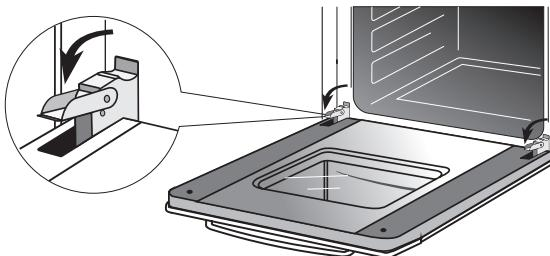
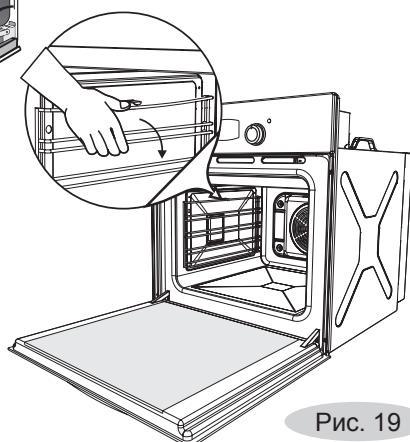

Рис. 18
Рис. 19
Для удобства уборки дверцу и проволочные направляющие можно снять (рис.18 и рис.19).
- Поднимите и поверните до упора рычаги, расположенные на двух шарницах (рис.18)